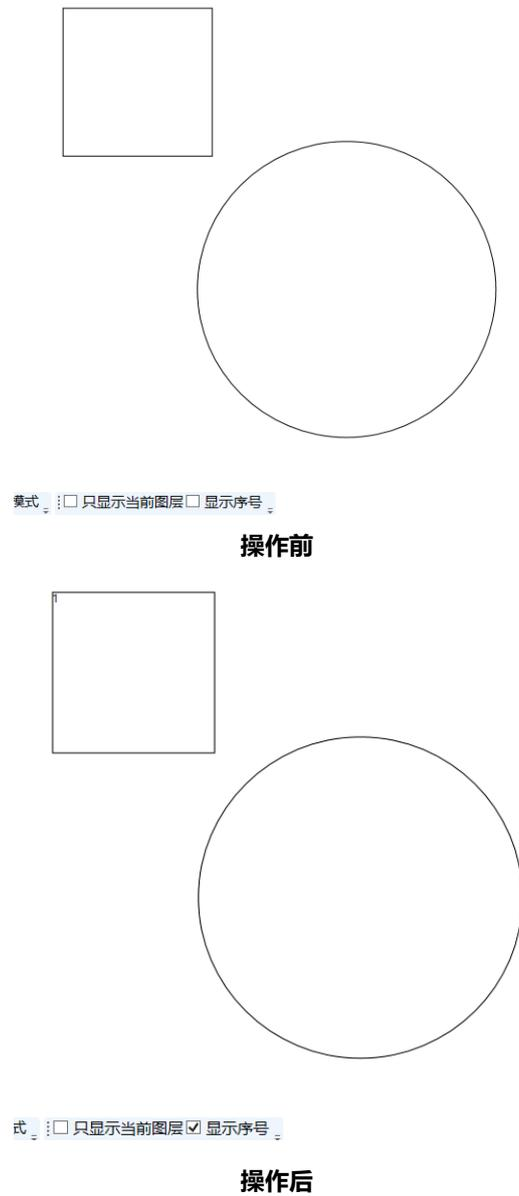

图 6.5.2 操作示意
②将“显示序号”选项√起。观察画布显示，如下图 6.5.2 所示。